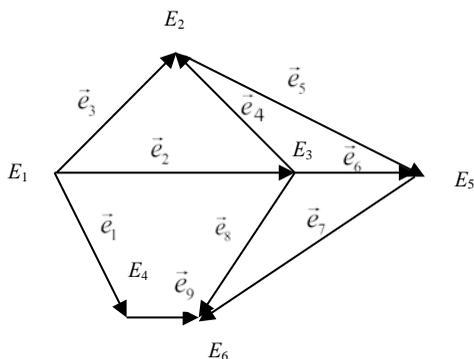

Рис. 3.7. Неупорядоченный орграф
**Задача 3.6.** Требуется разбить элементы орграфа по рангам (слоям) и упорядочить их для орграфа, изображенного на рис. 3.7.